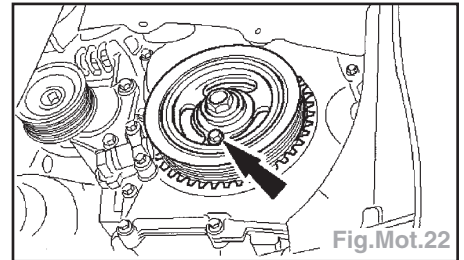

Fig.Mot.22
- Poser la poulie de vilebrequin sur le vilebrequin et fixer la poulie de vilebrequin sur le couvercle de distribution avec une vis M6 x 18 mm (Fig.Mot.22).
- Déposer le boulon de fixation de poulie de vilebrequin (Fig.Mot.22).
- A l'aide d'une vis M6 x 18 mm, contrôler la position de la poulie de vilebrequin (Fig.Mot.22).